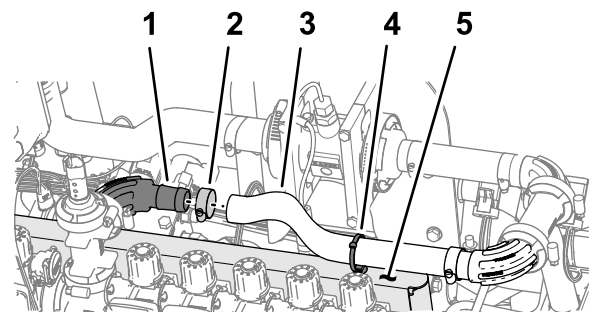

Figure 111
1. Engagez le flexible (1" x 16") sur le raccord à bride à 90° (1"), comme montré à la Figure 111.
2. Fixez le flexible au raccord à bride avec un collier (Figure 111).
3. Passez l'attache-câble/la fixation à pression dans le trou au sommet du support de vannes, comme montré à la Figure 111.
4. Fixez l'attache-câble/la fixation à pression (Figure 111) autour du flexible (1" x 16").